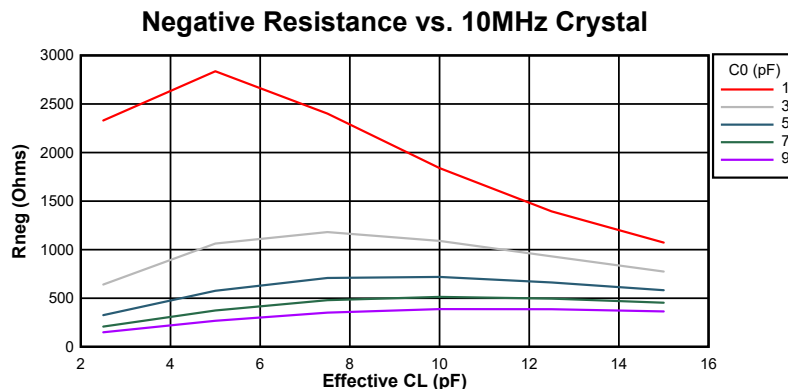
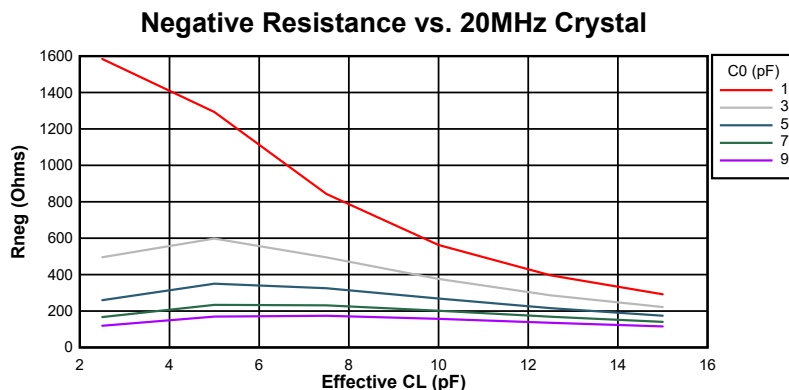

図 6-15. 10MHz 時の負性抵抗変動
図 6-16. 20 MHz 時の負性抵抗変動
図 6-15 および 図 6-16 に、このデバイスの負性抵抗と水晶振動子の間の関係の変動を示します。グラフからわかるように、水晶振動子の並列容量 (C0) と実効負荷容量 (CL) は電気発振回路の負性抵抗に大きな影響を及ぼします。これらは代表的なグラフであるため、設計上考慮すべき最小値および最大値については、表 6-5 を参照してください。